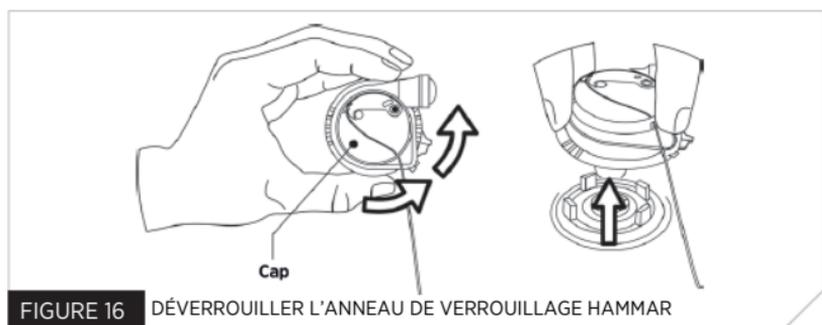

FIGURE 16 DÉVERROUILLER L'ANNEAU DE VERROUILLAGE HAMMAR
4. Tournez l'anneau de verrouillage noire dans le sens inverse des aiguilles d'une montre et retirez le bouchon jaune. (Fig. 16).